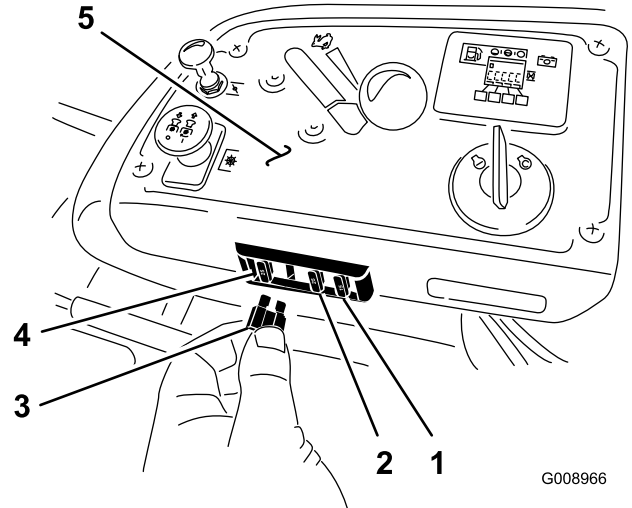

Bild 58
1. Die Sicherungen befinden Sie rechts am Armaturenbrett neben dem Sitz (Bild 58).
3. Setzen Sie eine neue Sicherung ein (Bild 58).